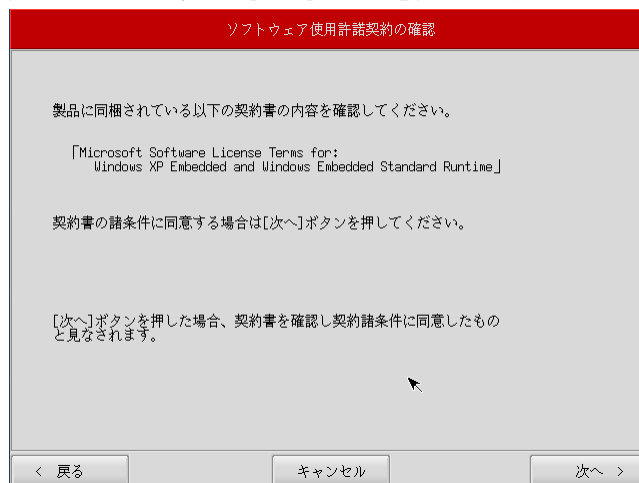

図 5-2-1. ソフトウェア使用許諾契約確認画面
- ⑥ ソフトウェア使用許諾契約確認画面（図 5-2-1）が表示されます。使用許諾契約を確認し、使用許諾契約の諸条件に同意できる場合は[次へ]ボタンを押します。